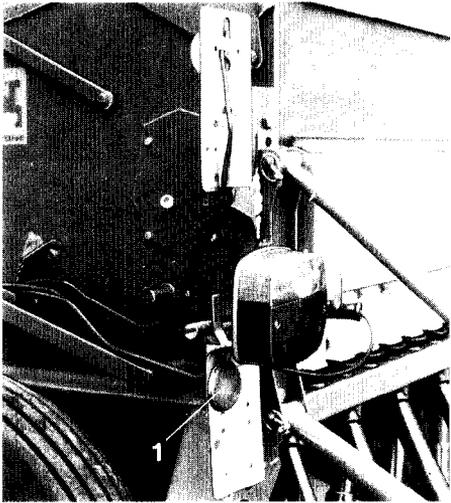

Fig. 38
- Se deben conectar las señales luminosas obligatorias en el enchufe situado en el lateral de la máquina (fig. 38), delante en alto y detrás en la parte inferior. Levantar la máquina únicamente de modo que la distancia desde el suelo a las luces posteriores (fig. 38/1, 39/1) no sobrepase los 900 mm. La figura 39 muestra la iluminación montada fija (accesorio No. 30 690) que tampoco se puede desmontar en el campo.